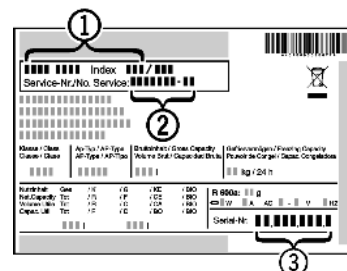

Fig. 5
- ▶ Наименование устройства *Fig. 5* (1), сервисный № *Fig. 5* (2) и серийный № *Fig. 5* (3) считайте с заводской таблички. Заводская табличка находится внутри устройства слева.
- ▶ Обратитесь в сервисную службу и сообщите вид неисправности, наименование устройства *Fig. 5 (1)*, сервисный № *Fig. 5 (2)* и серийный № *Fig. 5 (3)*.